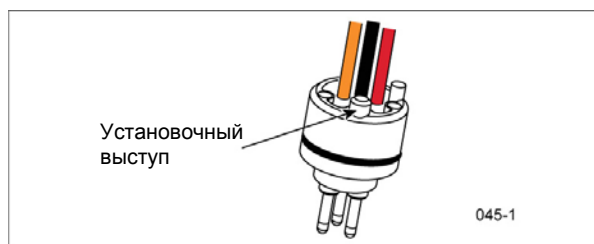

Рисунок 33. Установочный выступ вилки разъема
10. Отметьте положение небольшого установочного штыря на тыльной стороне вилки разъема (см. рисунок 33).